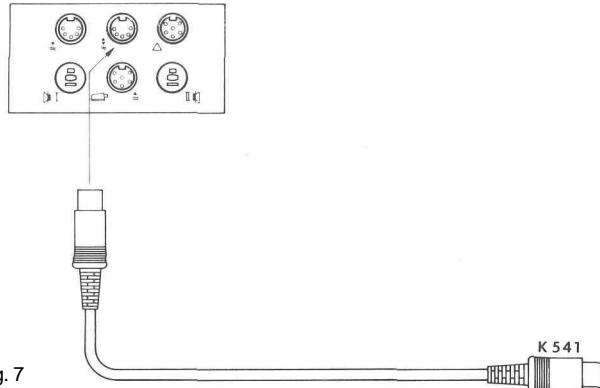

Fig. 7
La figure 7 montre sous une forme schematique le raccordement du magnetophone sur un amplificateur HiFi à prises Standard DIN pour les opérations d'enregistrement et de reproduction. Toutes les autres sources sonores, p.ex. récepteur radio, tourne-disques, etc. sont branchées sur les entrées respectives de l'amplificateur qui est lui-même relié avec la prise «Radio/Phono I» du magnetophone, par l'intermédiaire du câble de connexion Stereo K 541. Il est ainsi possible de procéder à un enregistrement avec toutes les sources sonores branchées sur l'amplificateur, au cours de leur reproduction par la chame HiFi. La touche «MICRO» (T) ne doit pas être enfoncée.